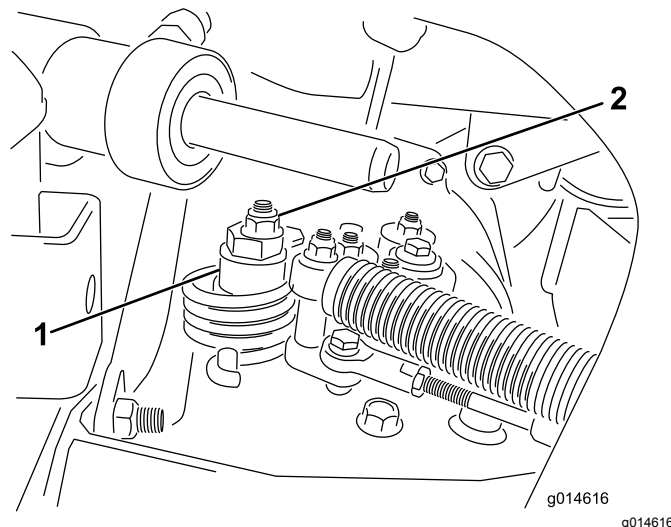

Figura 34
- A. Liberte a porca que fixa o disco excêntrico ao cima do hidróstato (**Figura 34**).
- C. Rode o disco excêntrico até eliminar a deslocação em qualquer um dos sentidos. Quando a roda deixar de rodar, aperte a porca, bloqueando deste modo o disco excêntrico e fixando a posição de ajuste (**Figura 34**). Verifique se o ajuste é o adequado colocando o acelerador nas posições LENTO e RÁPIDO.